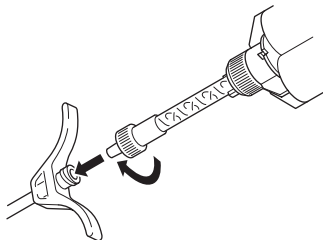

Figura 4 - Ligue a ponta de mistura Cortoss à cânula para cimento
- Ligue a ponta de mistura Cortoss à cânula para cimento (figura 4).